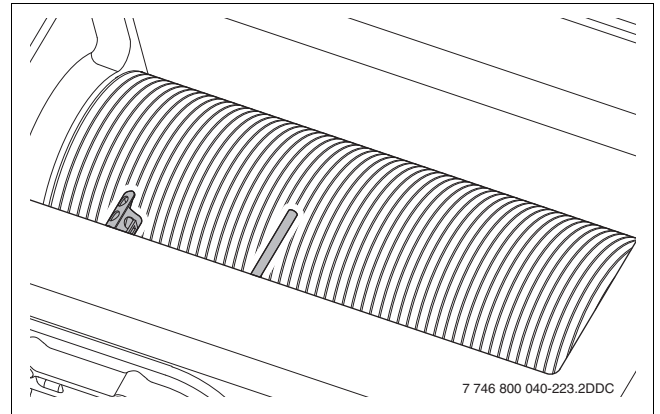
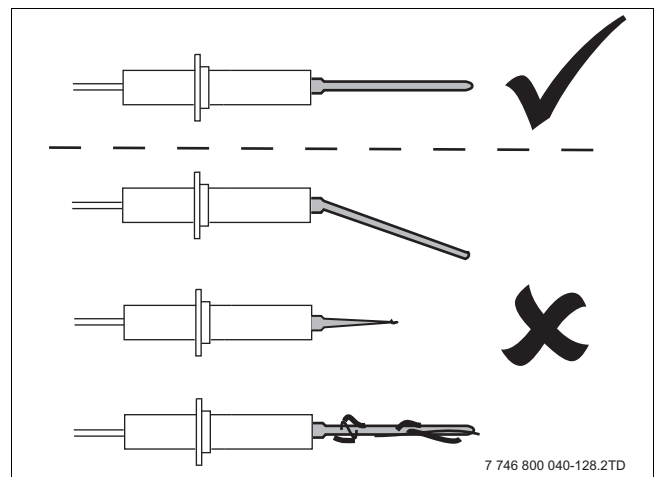
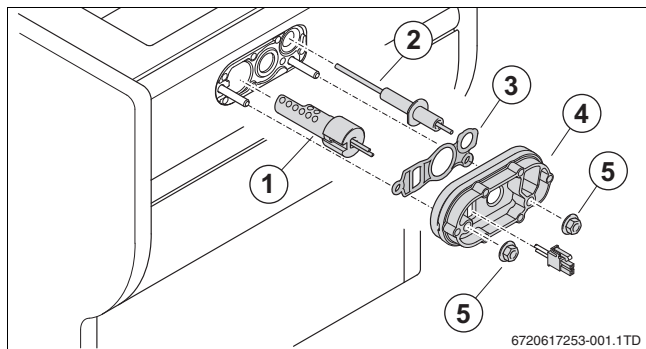

Fig. 81 Verificar dispositivo de auto-ignição e eléctrodo de ionização
Fig. 82 Verificar o eléctrodo de ionização
Fig. 83 Substituir o dispositivo de ignição
- ▶ Substituir a vedação em borracha (→ fig. 83, [3]) e a placa de cobertura com vedação (→ fig. 83, [4]) a cada 4 anos.
- ▶ Verificar peças individuais da unidade de ignição (→ fig. 83) quanto a desgaste, danos ou sujidade (→ fig. 81 e fig. 82).